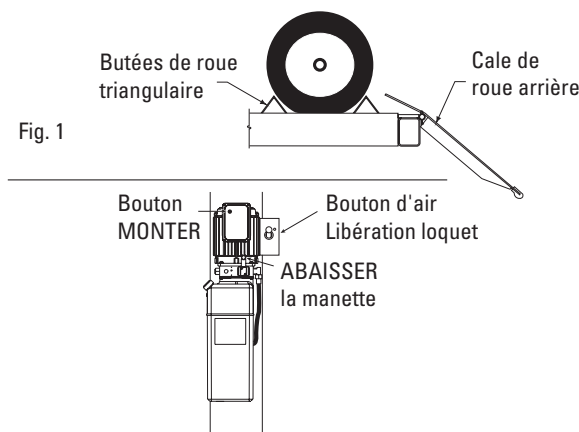

Fig. 2
5. Pour monter l'élévateur : Appuyer sur le bouton "MONTER" de l'unité de commande. Lâcher le bouton à la hauteur désirée, Fig. 2.
10. Actionner la valve de libération des loquets sur l'unité d'alimentation de la colonne pour les désengager tous les quatre, Fig. 2. Tenir l'actionneur jusqu'à ce que le pont élévateur soit complètement descendu.
11. Appuyer sur la manette inférieure de l'unité d'alimentation pour descendre le pont élévateur, Fig. 2. La vitesse de descente peut être contrôlée par la pression appliquée sur la manette de descente.